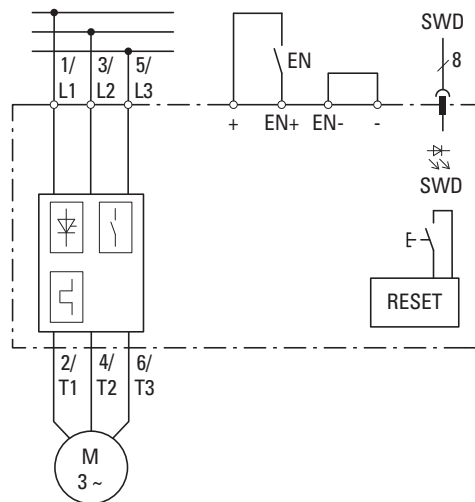

Abbildung 4: Blockschaltbild: Direktstarter mit Sicherheitsfunktion und SWD
- ➔ Die Blockschaltbilder in Abbildung 4 und 5 dienen lediglich dazu, die generellen Funktionen darzustellen. Die tatsächliche Verdrahtung hängt vom Anwendungsfall (➔ Kapitel 5, „Applikationsbeispiele“, Seite 49) ab.
- ➔ Zur sicherheitsgerichteten Freigabe (EN) der Motorstarter EMS2-**DOS**-...-SWD und EMS2-**ROS**-...-SWD ist eine Spannung von 24 V zwischen den Klemmen EN+ und EN- erforderlich. Diese Spannung kann auch aus einer externen Spannungsquelle kommen (siehe Beispiel unten ➔ Abschnitt 2.3.2, „Sicherheitsgerichtete Freigabe“). Ist das Signal nicht vorhanden, werden die Start-Befehle über SWD nicht akzeptiert.